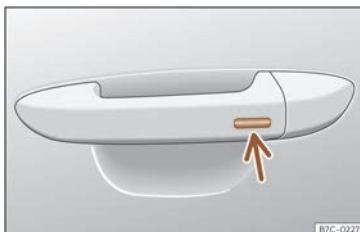

Fig. 62 Maneta de la porta: superfície sensora.
- **O BÉ** mitjançant el sistema Keyless Access (només tancament): Mantingueu un dit durant uns segons sobre la superfície sensora de bloqueig >>> **fig. 62** (fletxa) de la maneta de la porta perquè es tanquin les finestretes i el sostre. Si es deixa de tocar la superfície sensora s'interromp la funció de tancament.
Mantingueu un dit durant uns segons sobre la superfície sensora de bloqueig >>> **fig. 62** (fletxa) de la maneta de la porta perquè es tanqui el sostre. Si es deixa de tocar la superfície sensora s'interromp la funció de tancament.